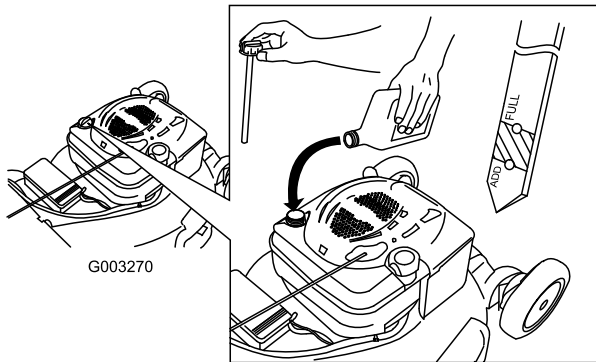

Figura 39
- Vierta **lentamente** aceite en el tubo de llenado hasta que el nivel llegue a la marca Full de la varilla (Figura 39). **No llene demasiado.** (Capacidad máxima: 0,59 l, tipo: SAE 30, aceite detergente con clasificación de servicio API SF, SG, SH, SJ, SL o superior.)